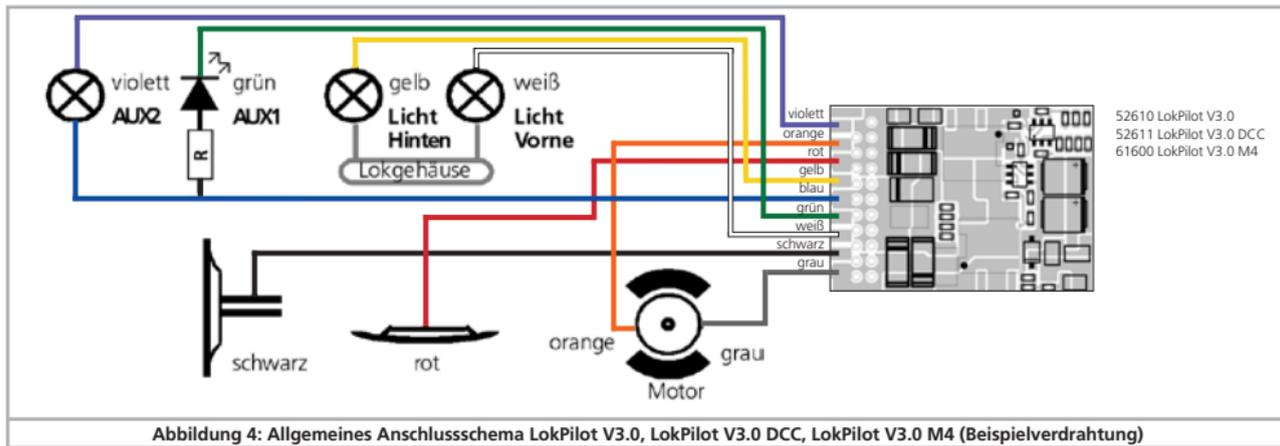

Abbildung 4: Allgemeines Anschlussschema LokPilot V3.0, LokPilot V3.0 DCC, LokPilot V3.0 M4 (Beispielverdrahtung)
- Die Lampen / Funktionen sind mit Ihrem gemeinsamen Anschluss gegenüber dem Lokgehäuse isoliert (also potentialfrei). Der dann nötige Anschluss wird in Abb. 4 am Beispiel AUX1 und AUX2 dargestellt. Voraussetzung hierfür ist, dass die Funktionen in der Lok potentialfrei sind, d.h. außer zu den Funktionsausgängen keine weiteren elektrisch leitenden Verbindungen besitzen. Die bei diesem Anschluss an den Funktionsausgängen
Sollen Leuchtdioden (LEDs) an die Funktionsausgänge angeschlossen werden (vgl. Abb. 4, Ausgang AUX1), muss zwingend ein Vorwiderstand eingebaut werden. Dieser sollte zwischen 470 Ohm und 2,2kOhm liegen. Ein Betrieb ohne Vorwiderstand führt zur Zerstörung der LED!
Diesen Fall zeigt Abb. 4 an den Lichtausgängen beispielhaft (Die Stirnlampen können natürlich auch wie in Fall a) verschaltet werden). Die Verdrahtung ist zwar einfacher, die resultierende Spannung an der Birne aber auch um etwa die Hälfte geringer.
Wie in Abbildung 4 gezeigt, ist auch ein „Mischbetrieb“ erlaubt.